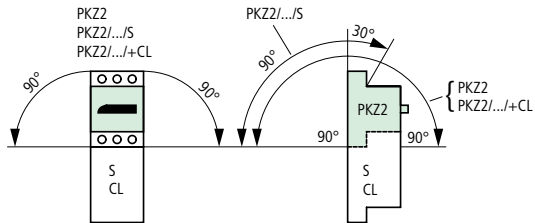

Abbildung 8: Zugelassene Einbaulage für Motorschutzschalter PKZ2/ZM(R)...
► Montieren Sie den Motorschutzschalter nur wie in Abb. 8 dargestellt.